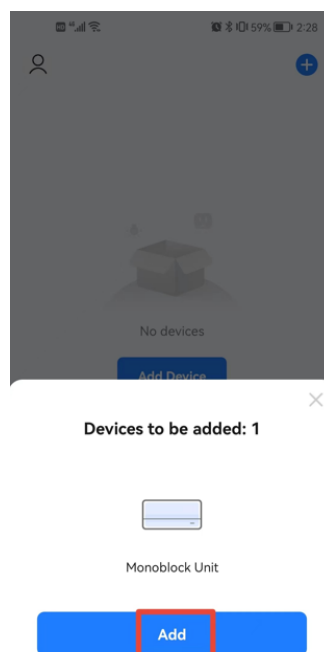

FIGURA 5
3. Quando il dispositivo è acceso e pronto per la connessione, il dispositivo Bluetooth rilevato comparirà automaticamente poco dopo l'apertura dell'App. Fare clic sul pulsante “Add” per eseguire la connessione, come mostrato nella figura 5.